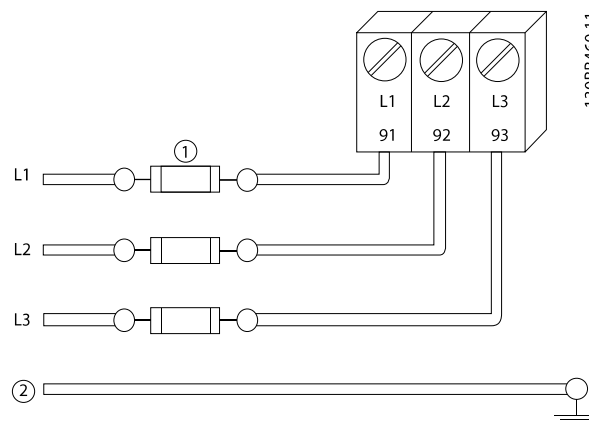

Рисунок 2.6 Предохранители преобразователя частоты
- Все преобразователи частоты должны быть оборудованы системой защиты от короткого замыкания и перегрузки по току. Для реализации такой защиты следует использовать входные предохранители, см. *Рисунок 2.6*. Если они не устанавливаются производителем, их должен установить специалист во время монтажа. Максимальные номиналы предохранителей см. в 10.3 *Технические характеристики предохранителей*.